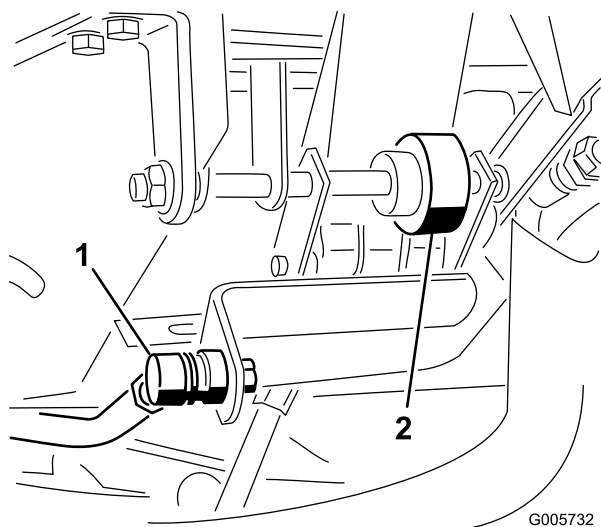

Figura 71
4. Ajuste a extremidade da barra de controlo (Figura 71) até que haja uma folga de 3 mm entre a parte de cima do parafuso batente do pedal de tracção e o pedal. Aperte as porcas flangeadas.
1. Desaperte ambas as porcas que fixam o eixo do pedal de tracção no lado direito do pedal (Figura 71).